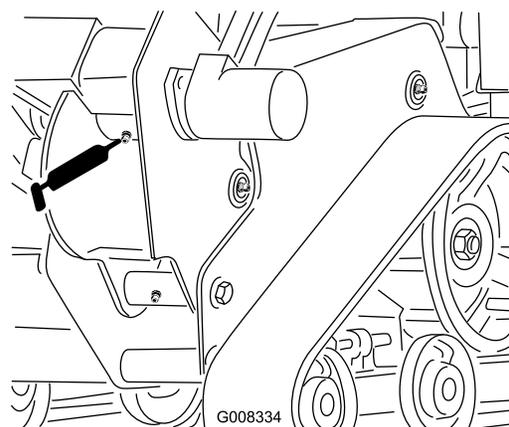

Figure 26
3. Nettoyez le graisseur du carter de la trancheuse avec un chiffon et raccordez-y une pompe à graisse (Figure 26).